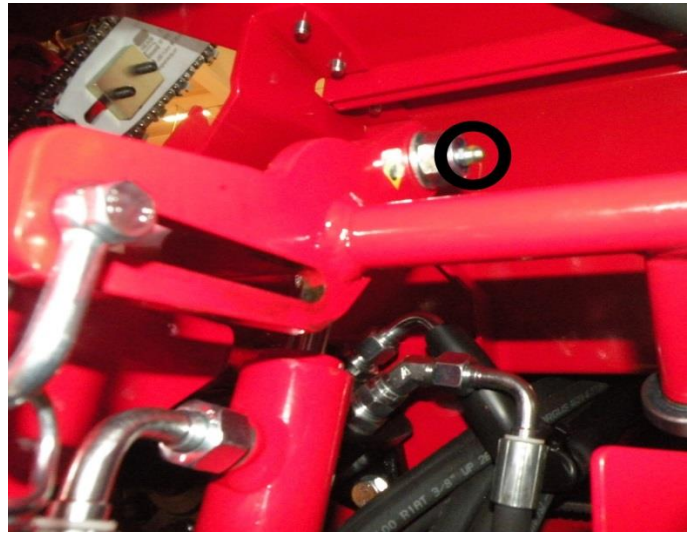
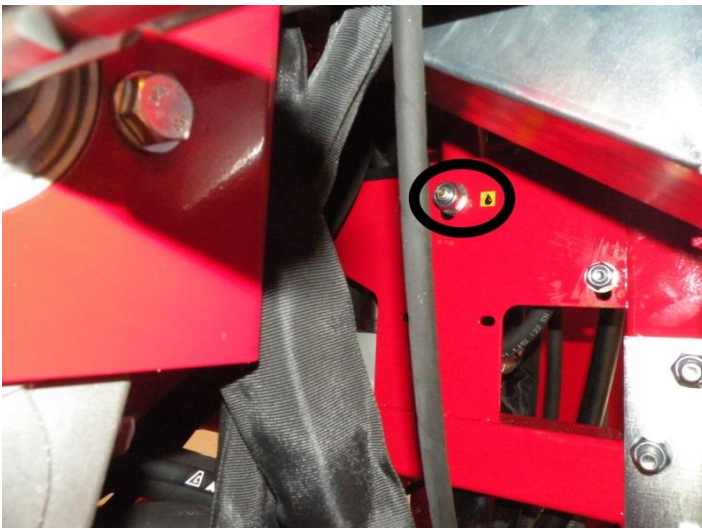

Bild 31
Bild 32
1. Nipplarna (2 st.) för cylindern i sågens drivhuvud. Bild 31 och bild 32 (med 50 timmars mellanrum)